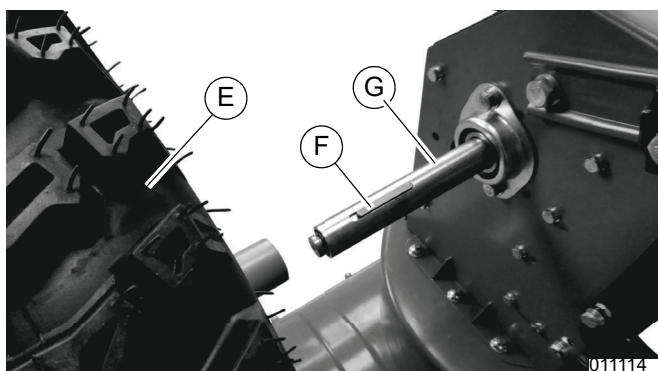

Figura 4-21. Retire las ruedas
6. Consulte la **Figura 4-21**. Retire ambas ruedas (E) y chavetas del eje (F) de los semiejes (G).